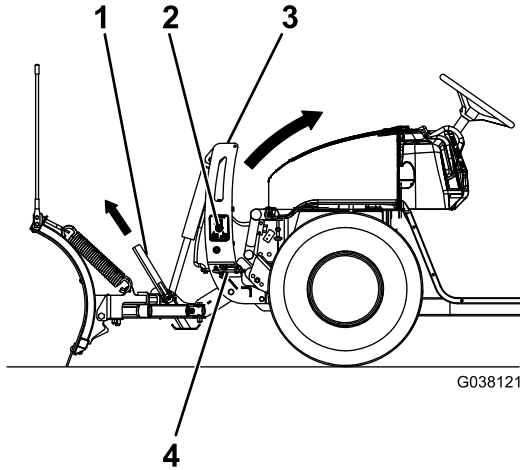

Bild 20
- Drücken Sie den SmartHitch2-Schalter an der Seite der Kupplungssäule nach oben und heben Sie die Säule an, bis die Federstifte der Kupplung einrasten (Bild 20).
- Ziehen Sie den Federstift des Ständers nach außen und heben den Ständer an; lassen Sie den Federstift dann los, um den Ständer zu arretieren (Bild 20).